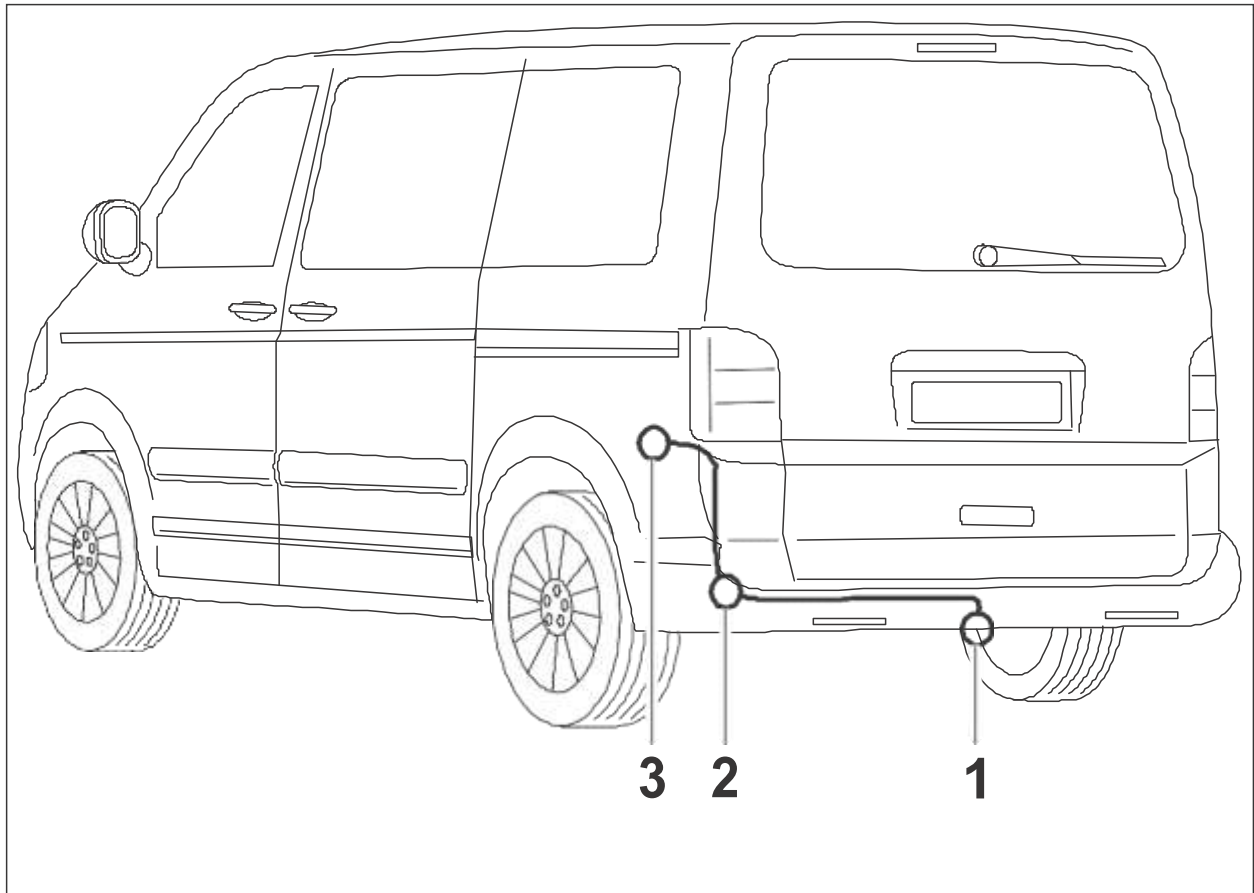

Fig. 1: Monteringsoversigt
3. Før ledningssættets stikdåseende bagud i venstre side gennem køretøjets gennemføringstykke (fig. 12) til stikdåseholderpladen (fig. 1/1). Tættn derudover gennemføringstykke med butylbåndet, der medfølger ved leveringen.
7. Stikdåsen skal skrues fast på holdepladen (fig. 1/1) med skrueerne i stikdåsen.
9. Montér køretøjets gennemføringstyle (fig. 1/2) på ledningsstrengen, skub langs ledningsstrengen og indsæt udefra og ind i køretøjets borer. Tætn derudover gennemføringstyle med tætningsplade (butylbånd), der medfølger ved leveringen.
10. Stik de 8- og 12-polede stik på de pågældende modstik på koblingsstedet i bag (venstre side) (fig. 1/3) og lad dem gå i indgreb. Træk evt. eksisterende 8-polet brostik af (skal ikke bruges).